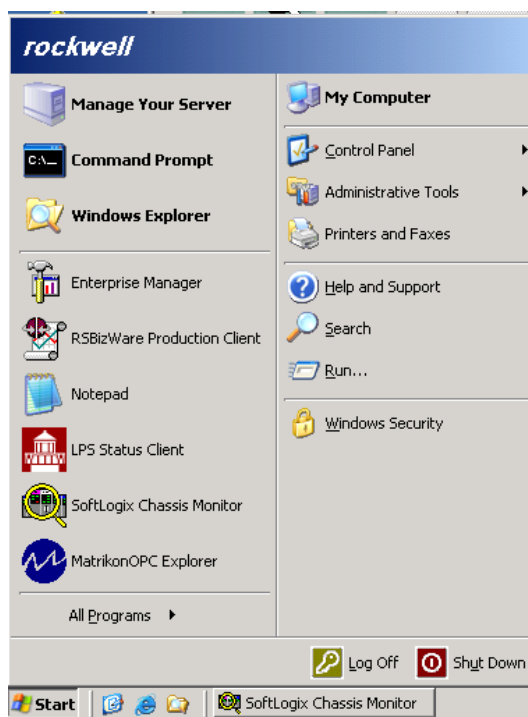

Imagen 81
4.- En el caso que la aplicación SoftLogix no esté funcionando se deberá ir a Start → SoftLogix Chassis Monitor. (Imagen 81)